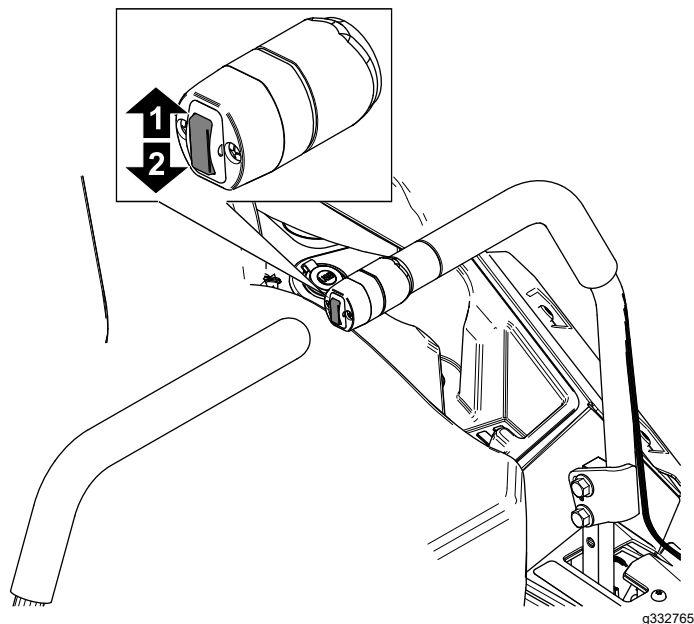

Figure 30
1. Appuyez sur le haut de l'interrupteur de commande du plateau (Figure 30).
3. Appuyez sur le bas de l'interrupteur de levage du plateau pour régler la hauteur de coupe (Figure 30).